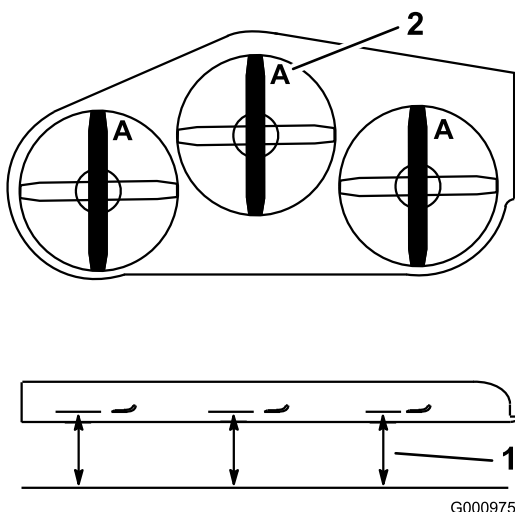

Bild 76
3. Drehen Sie die Schnittmesser, bis die Enden nach vorne und hinten gerichtet sind (Bild 76). Messen Sie von einer ebenen Fläche bis zu den Schnittkante (Position A) der Messer (Bild 76). Notieren Sie diesen Wert.